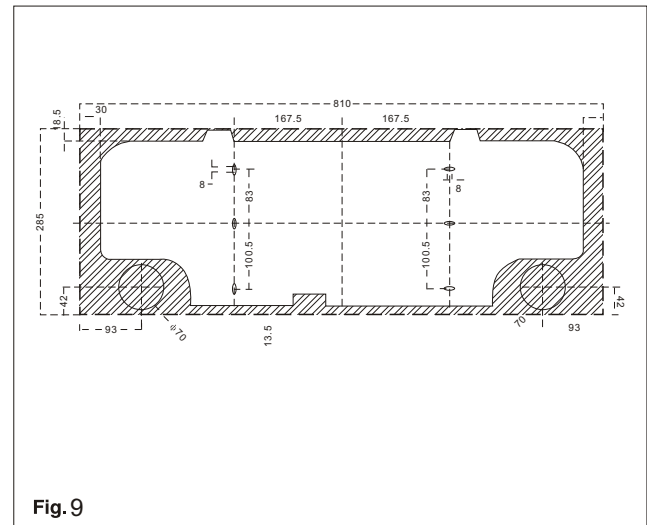

Fig.9
1.La ilustración 9 muestra el emplazamiento de tabla de montaje según el tamaño de la unidad. Vea el diseño correspondiente a u unidad (marcado en cuadrado).